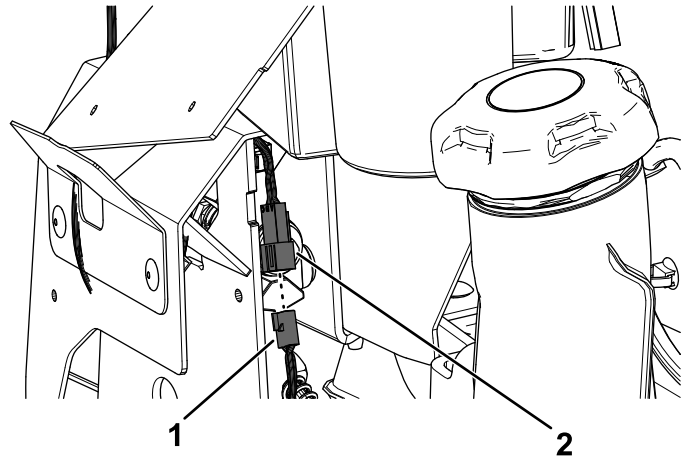

Figure 17
2. Branchez le connecteur du faisceau du kit sur le connecteur du levier de commande de déplacement gauche (Figure 17).